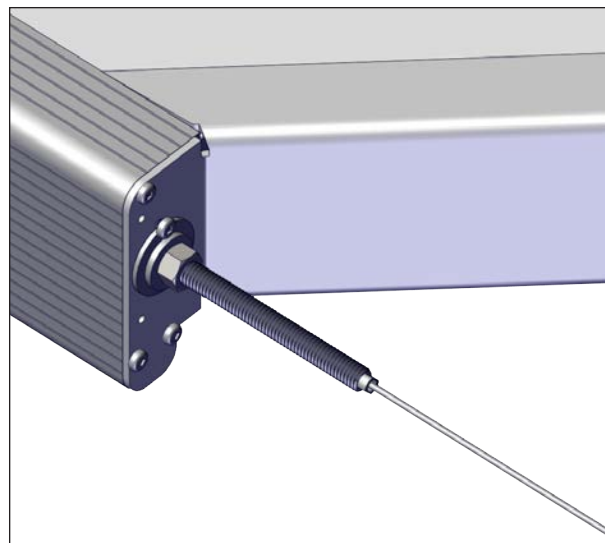
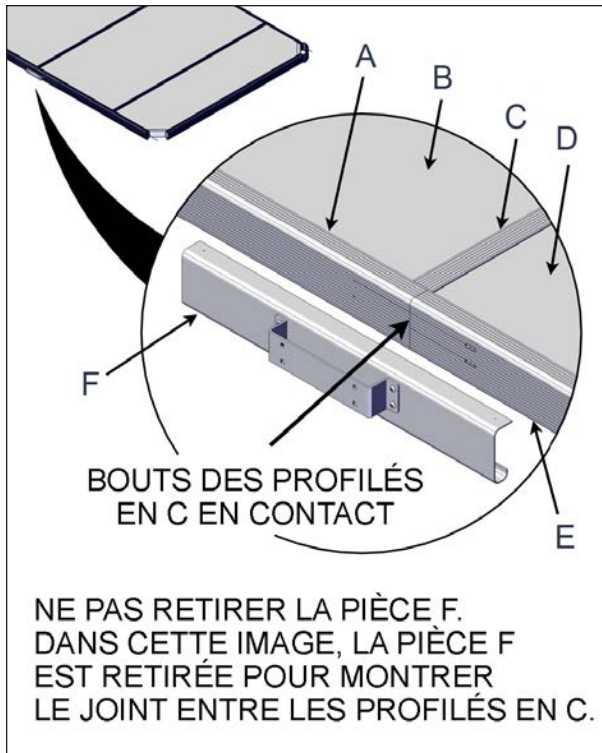

FIGURE 51: SERRAGE DU CÂBLE
FIGURE 52: ÉCARTS ENTRE LES PROFILÉS EN C
1. Utiliser une clé de 14 mm pour serrer l'écrou hexagonal sur le goujon creux afin de comprimer les panneaux sur les profilés en I. Serrer simultanément les 4 écrous hexagonaux en gardant le même nombre de tours pour éviter que les pièces mobiles ne se coincent sur les profilés en C (Figure 51) et vérifier l'écart entre les profilés en C, voir Figure 52.
2. Répéter le processus encore et encore jusqu'à ce que les profilés en C courts et longs se touchent, voir Figure 52.